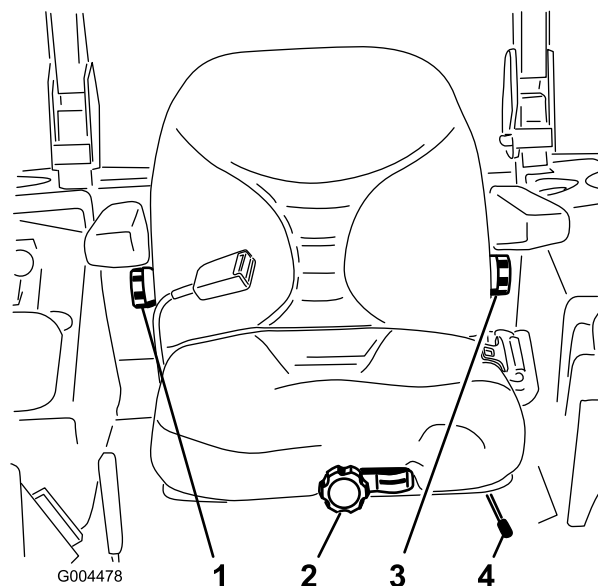

図 29
1. 調整は、レバーを横に動かしてシートのロックを解除して行う(図 29)。
運転席に座らずに、座席前部にあるノブを、オペレータの体重に合わせてセットします(図 29)。
調整は、右側アーム・レストの下にあるノブを回して行います(図 29)。
調整は、左側アーム・レストの下にあるノブを回して行います(図 29)。